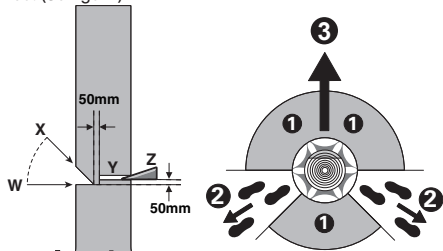

Bild 1
Vid sågning på sluttning ska kedjesågens användare stå ovanför det träd som fälls, eftersom det fällda trädet troligen kommer att rulla eller slira nedför sluttningen. Flyktvägen bör gå bakåt och diagonalt relativt den bakre delen av den förväntade fallriktningen, så som visas på bild 1.
Gör skären till 1/3 djup av trädets diameter, vinkelrätt mot fallriktningen, så som visas på bild 1. Säg först det undre vågräta riktsskåret (W). Härvid undviks inklämning av sågkedja eller styrskena vid sågning av övre riktsskär (X).
Gör fällskåret minst 50 mm högre än det horisontella riktsskåret (Y), så som visas på bild 1. Fällskåret bör vara parallellt med riktsskåret. Gör fällskåret endast så djupt att en brytmån blir kvar (brytlist) som fungerar som ett gångjärn. Brytmånen hindrar trädet från att vrida sig och falla i fel riktning. Säg inte av brytmånen.